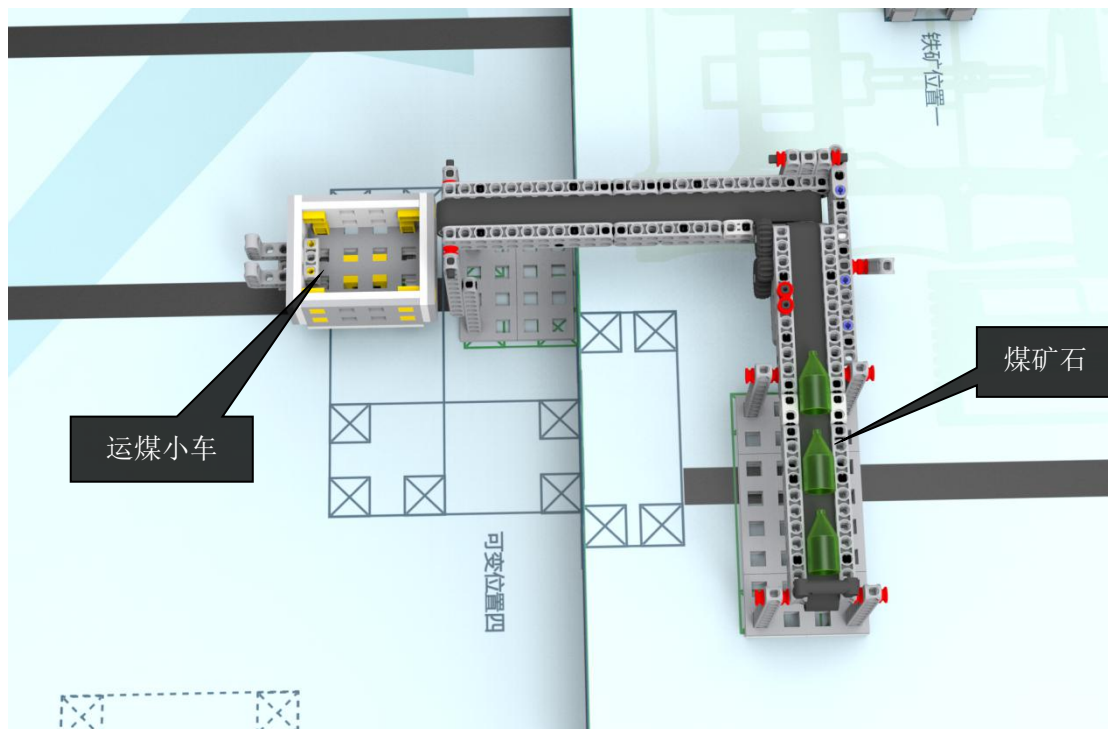

图3 采煤任务模型的初始状态
2.3.1 在一层场地与二层场地中间的任务模型传送带在二层部分一端上放置3块煤矿石（彩瓶），如图3所示。